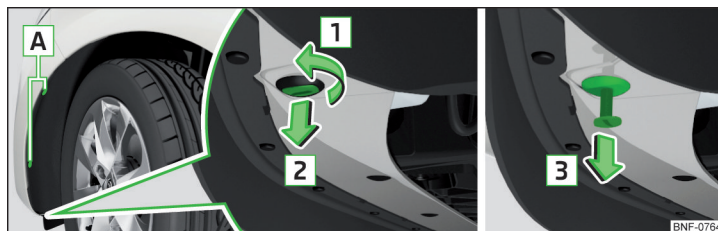

Fig. 176 Aftagning af hjulkassebeklædning
- Skru skruerne **A** » Fig. 176 ud af hjulkassebeklædningen med skruetrækkeren fra bilens værktøj.
- Sæt den del af låseclipsen, der har en slids, i modsat pilens retning **2**, og drej den en kvart omdrejning modsat pilens retning **1** » Fig. 176.